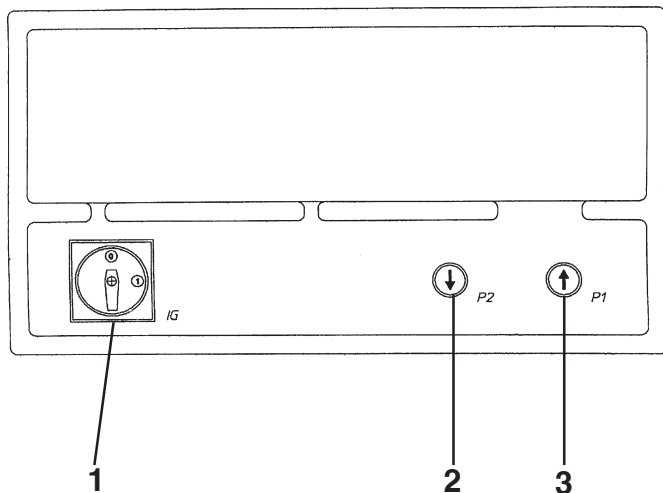

Fig. 39
5.5.1 SF635-640-650-660....1-1.55-4-4.46-6.55 (I)
Salita. (Rif. Fig.39) Interruttore generale (1) in posizione 1. Premere il pulsante di salita (3) fino al raggiungimento dell'altezza voluta.
Up. (Ref. Fig. 39) Main switch (1) in position 1.
Heben. (Zu Abb. 39). Hauptschalter (1) in Schaltstellung "1" setzen. Die Taste "Heben" (3) drücken, bis die gewünschte Höhe erreicht wird.
Montée. (Réf. Fig. 39) Interrupteur principal (1) sur la position 1. Appuyer sur le bouton-poussoir de montée (3), jusqu'à obtention de la hauteur souhaitée.
Subida. (Ref. Fig.39) Interruptor general (1) en posición 1. Apretar el pulsador de subida (3) hasta que alcance la altura deseada.